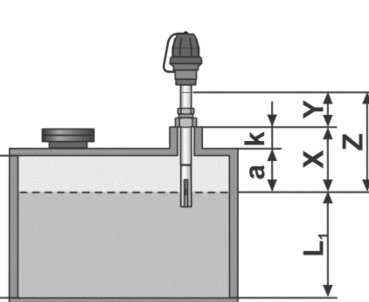

Figure 12
- Installation dans une pièce d'insert G1 au plafond du réservoir selon la **fig. 12**: **X = a + k**